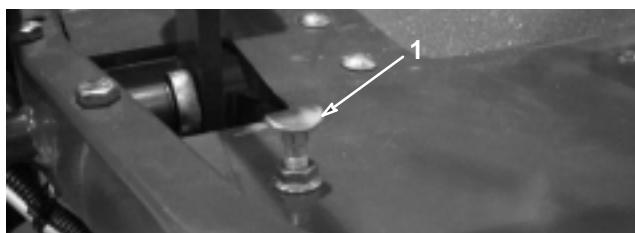

Bild 51
Stellen Sie den Funktionsschalthebel in die Transportstellung und drücken Sie das Fahrpedal nach unten, um die maximale Transportgeschwindigkeit zu erreichen. Wenn das Pedal den Pedalstopps erreicht (Bild 51), bevor das Kabel gespannt ist, müssen Sie die Einstellung ändern:
1. Stellen Sie den Funktionsschalthebel in die Transportstellung und lösen Sie die Sicherungsmutter, mit der der Pedalstopp an der Grundplatte befestigt ist (Bild 51).